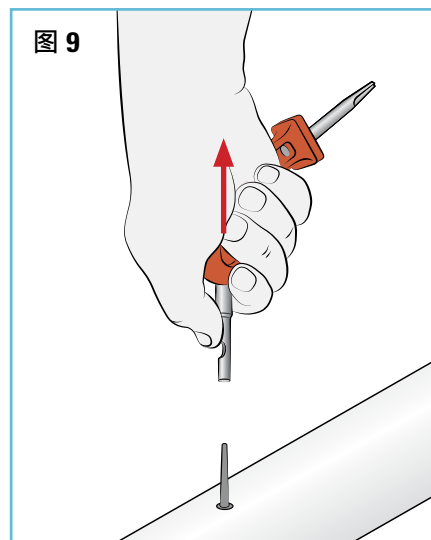

图 9
- 拔出嵌入器，留置 NetaFix 修复堵头，则穿孔已被密封 (图 9)。